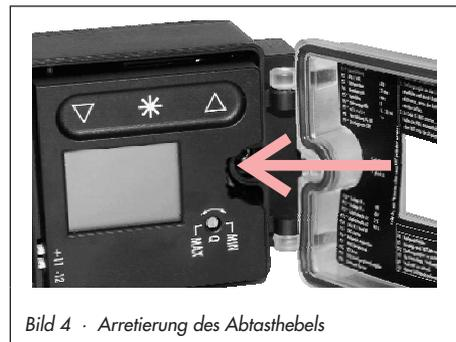

Bild 4 · Arretierung des Abtasthebels
5. Formdichtung (15) in die Nut des Stellungsreglergehäuses einlegen.
6. Stellungsregler am Antrieb so aufsetzen, dass der Abtaststift (2) auf der Oberseite des Mitnehmers (3) aufliegt. Dabei am Stellungsregler, wie im Bild 4 gezeigt, auf die seitlich liegende geriffelte Fläche drücken, um über die dahinter liegende Welle den Abtasthebel in der obersten Stellung zu arretieren.